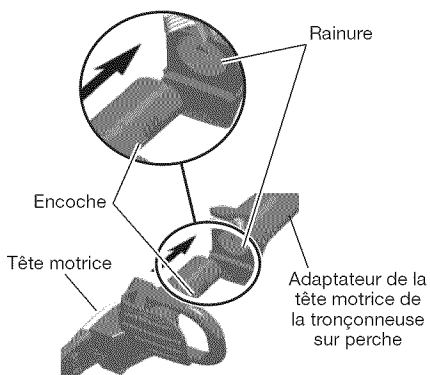

Figure 22 – Alignez la tête motrice avec l'adaptateur de la tête motrice
3. Alignez l'encoche sur la tête motrice de la tronçonneuse avec la rainure de l'adaptateur sur la perche (voir figure 22).